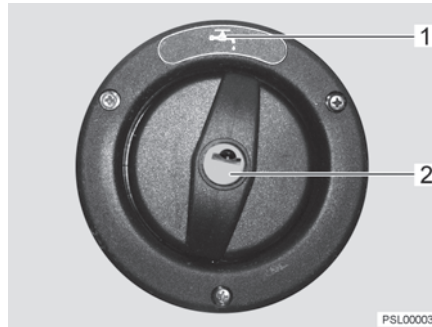

Fig. 165 Couvercle de fermeture pour bec de remplissage d'eau potable
Le bec de remplissage d'eau potable est désigné par le symbole "☰" (Fig. 165,1). Le couvercle de fermeture est ouvert et verrouillé à l'aide de la clé pour les serrures extérieures.
- Insérer la clé dans le barillet (Fig. 165,2) et la tourner d'un quart de tour dans le sens inverse des aiguilles d'une montre.